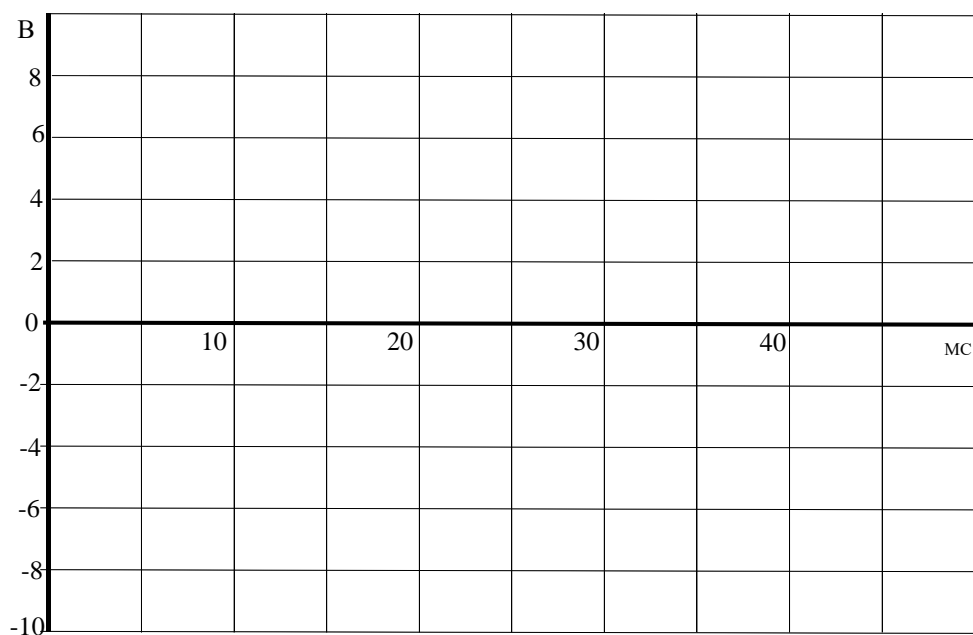

Рисунок 7
На схеме  $V_0$  и  $V_1$  – входы коннектора. При сборке схемы обратите внимание на полярность электролитического конденсатора. Включите виртуальные приборы  $V_0$  и  $V_1$  и осциллограф. Подключите два любых входа осциллографа к каналам  $V_0$  и  $V_1$ . Установите развертку 5 мс/дел. Перенесите на график (рис. 7) осциллограммы входного и выходного напряжений.
2.3. Параллельно нагрузочному резистору  $R_H$  подключите сглаживающие конденсаторы  $C$  с емкостями, указанными в таблице 2, повторите измерения и дорисуйте графики выпрямленного напряжения на рис. 7.